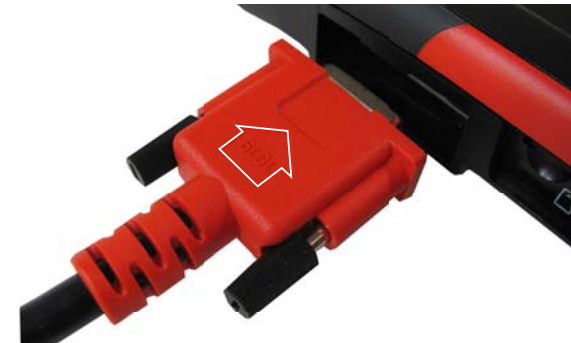

Abbildung 3-1 Pfeil ist nur zur Veranschaulichung hervorgehoben.
1. Schließen Sie bei OBD-II/EOBD-konformen Fahrzeugen das DA-4E-Datenkabel (26-adriges Ende) an das Diagnosegerät an (Abbildung 3-1). Schließen Sie das Kabel mit dem Pfeil nach oben an (Anzeigeseite).